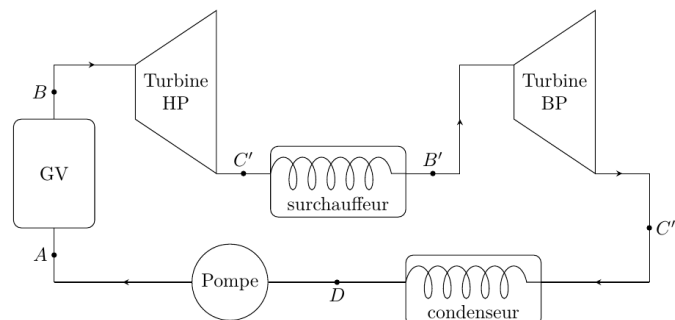

Figure 5 – Cycle de Rankine à détente étagée.
**Cycle de Rankine avec détente étagée** Le cycle réel est plus compliqué que celui étudié précédemment, voir figure 5. En effet, d'une part, la détente est étagée : elle se fait d'abord dans une turbine « haute pression » puis dans une turbine « basse pression ». D'autre part, entre les